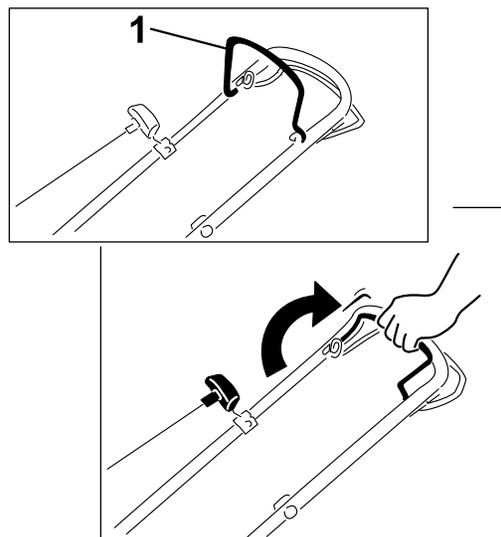

Figura 17
1. Tire de la barra de control de la cuchilla hacia el manillar, y sujétela en esa posición (Figura 17).